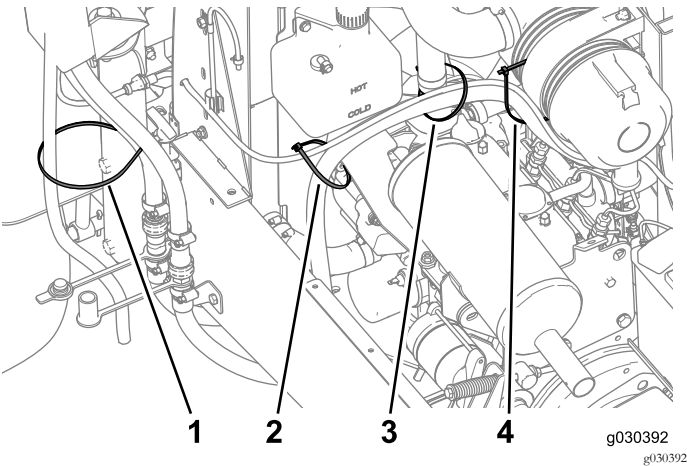
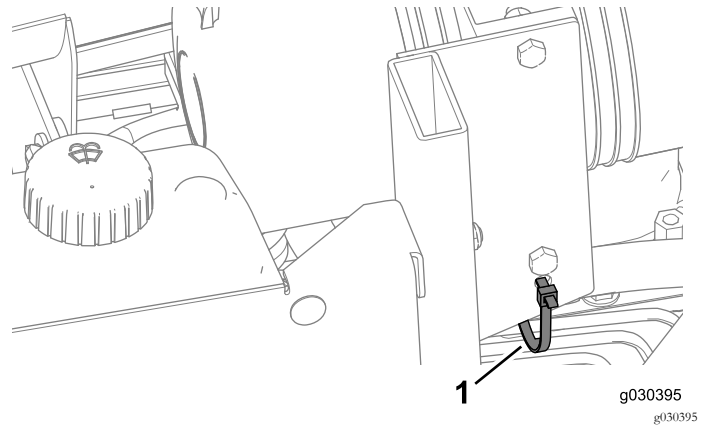

Bild 42
Bild 43
7. Befestigen Sie die Schläuche mit den Kabelbinden (Bild 42) und (Bild 43).